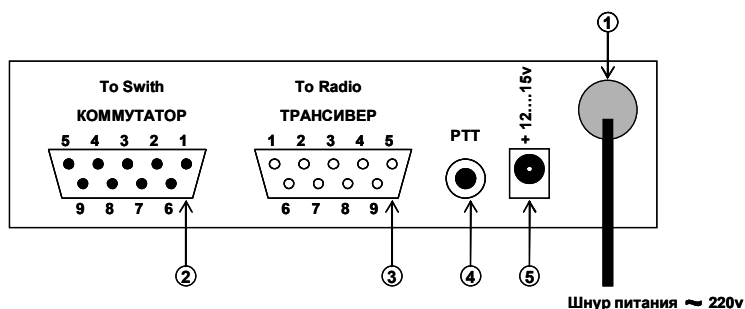

рис. 2
Задняя панель (рис.2):
- а) Разъем «КОММУТАТОР» (To Swith) (см. рис. 2) служит для подключения коммутатора антенн.
б) Разъем «ТРАНСИВЕР» (To Radio) (см. рис. 2) служит для подключения трансивера, если вы хотите использовать пульт в режиме **автоматического декодирования** диапазонов.